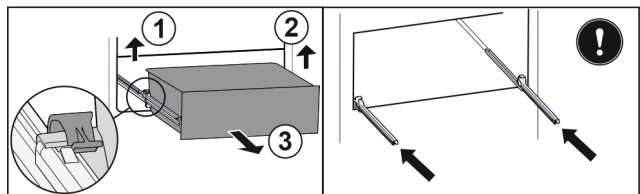

Fig. 137
- ▶ Linker klem optillen en gelijktijdig lade links naar voren trekken. Fig. 137 (1)
- ▶ Rechter klem optillen en gelijktijdig lade rechts naar voren trekken. Fig. 137 (2)
- ▶ Lade naar voren toe verwijderen. Fig. 137 (3)